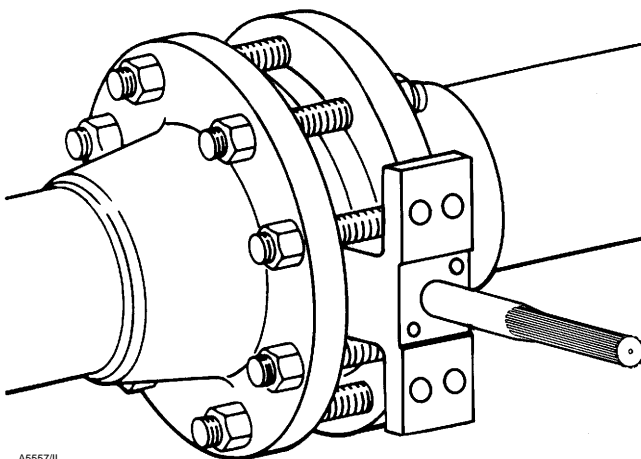

Figura 5. Válvula estilo disco instalada adecuadamente
La válvula se puede instalar en cualquier orientación; sin embargo, se recomienda que su eje impulsor esté horizontal y el actuador vertical, como se muestra en la figura 5.
1. Ver la figura 5 para conocer la orientación recomendada para la válvula.